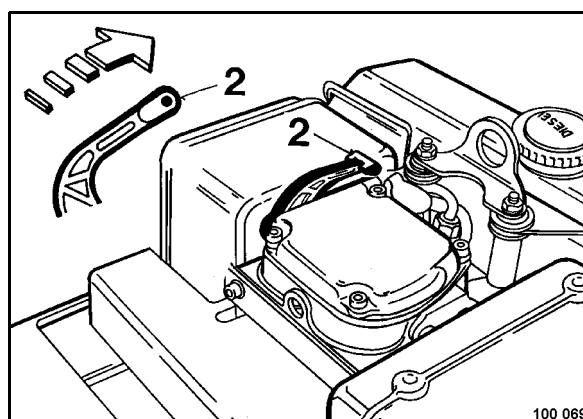

Fig. 29
- Colocar la palanca de descompresión (2) (Fig. 29) a centro.